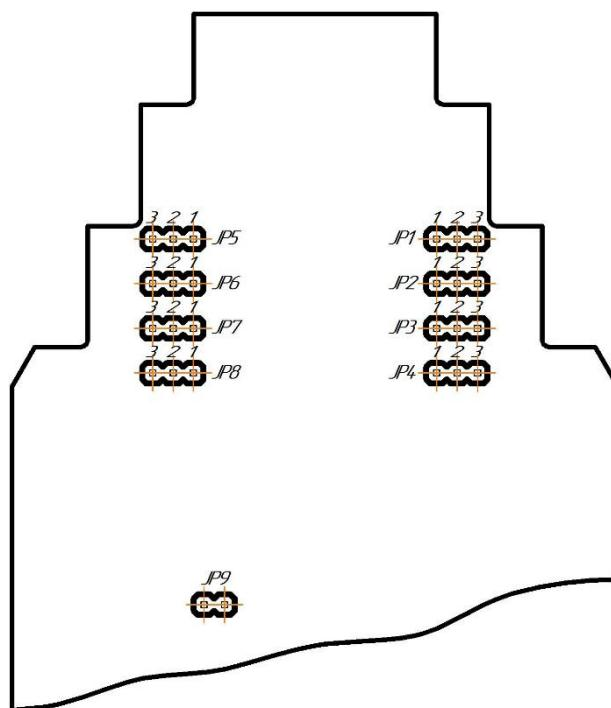

Рисунок 5.1 – Позиції перемичок на платі модуля (корпус модуля зняти)
4.3.6.1 Знеструмити модуль, зняти з шини та встановити перемичку JP9 (положення – див. рис. 5.1), після чого встановити модуль назад на шину. Модуль перейде в режим конфігурації налаштувань мережі, про що свідчить миготіння світлодіода "PWR" на передній панелі приладу.